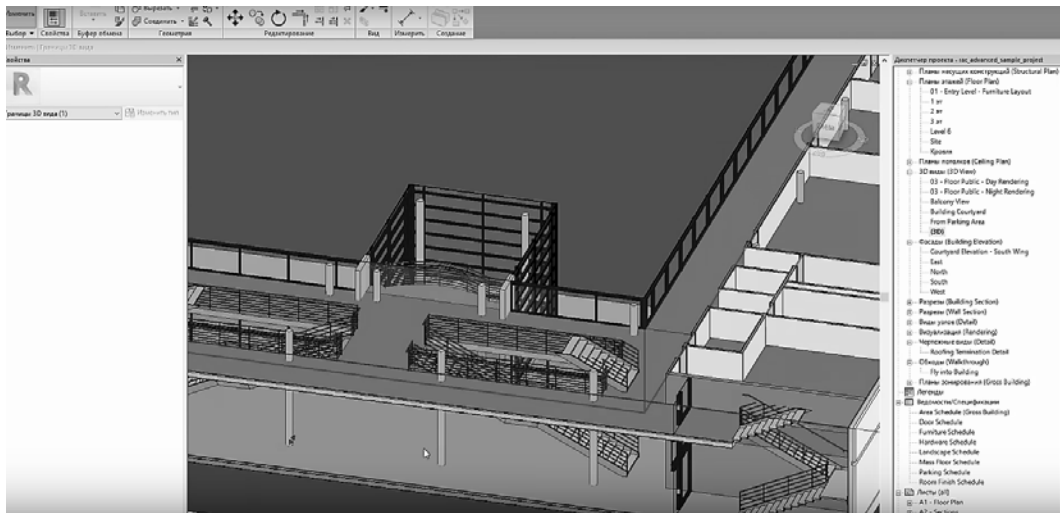

Рис. 1.26. Создание объемных сечений
2) создание объемных сечений. Это очень удобно визуально видеть рассеченное здание (рис. 1.26). Также можно посмотреть объемные узлы, которые гораздо нагляднее смотрятся в 3D;